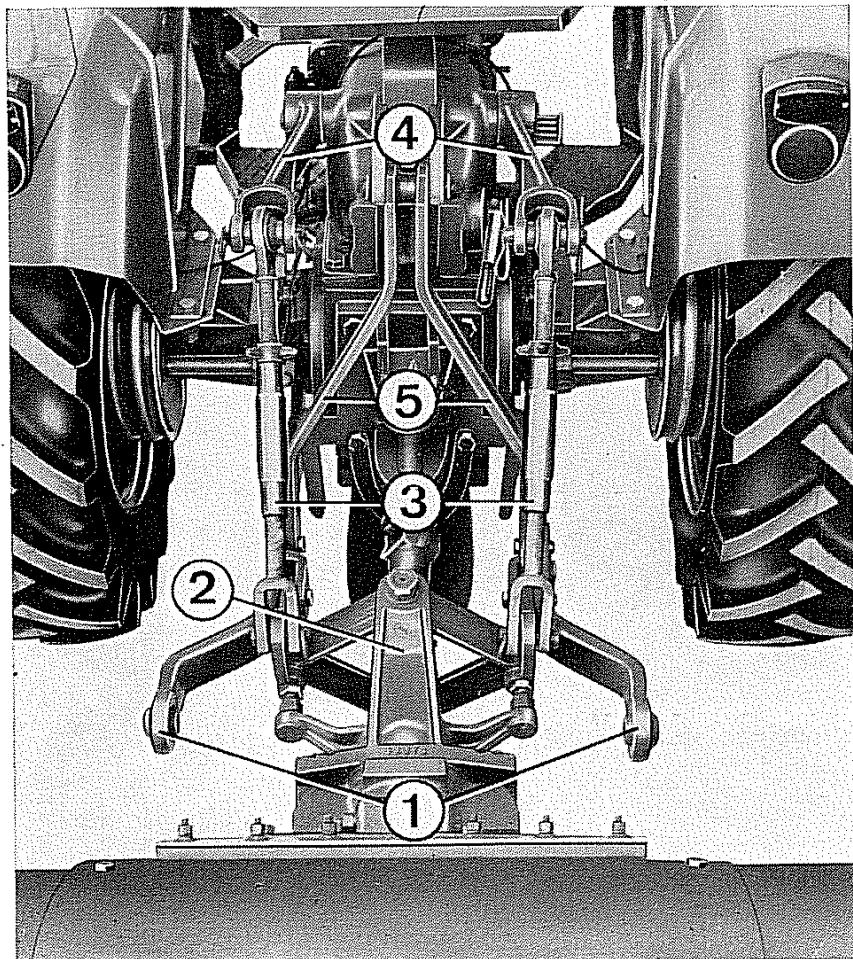
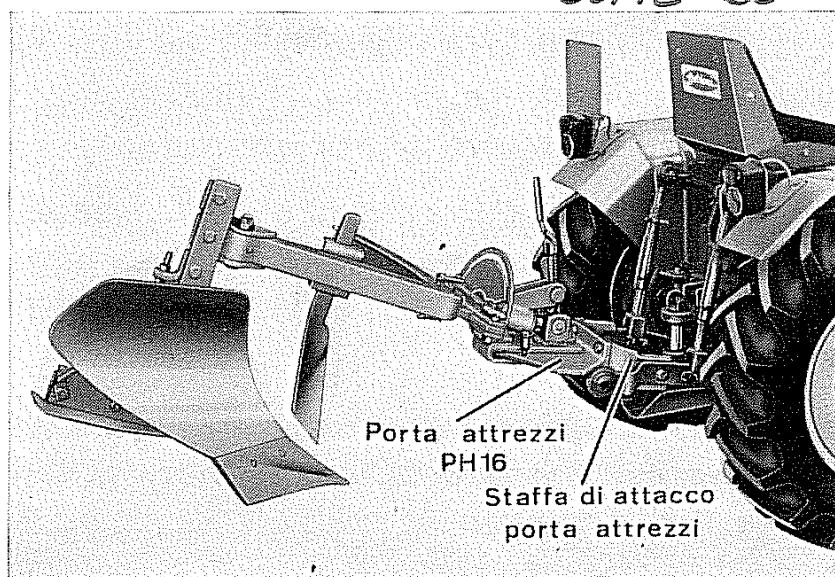

Fig. 14 - Applicazione della fresatrice
Fig. 16 - Applicazione dell'aratro monovomere
Come risulta in fig. 14, per l'applicazione della fresatrice vengono irrigiditi i due bracci inferiori porta attrezzi (1) mediante i bracci (5) e viene montato uno snodo (2) munito di presa di forza, al quale andrà applicata mediante attacchi rapidi la fresatrice Goldoni.
Togliere i due bracci di irrigidimento (5 - Fig. 14) e lo snodo di attacco fresa (2 - Fig. 14).
I due tiranti (3 - Fig 14) che sono fissati ai bracci superiori del sollevatore, vengono collegati ai bracci inferiori porta-attrezzi (1 - Fig. 14) e questi ultimi, a loro volta, vengono collegati fra loro rigidamente da una staffa in dotazione al porta-attrezzi dell'aratro (Fig. 16).